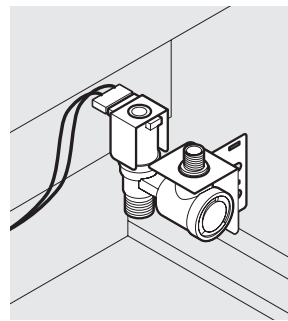

figura 19
5. Conecte el arnés de cableado a la válvula de agua. Asegúrese de que la conexión sea firme. Vea la figura 19.